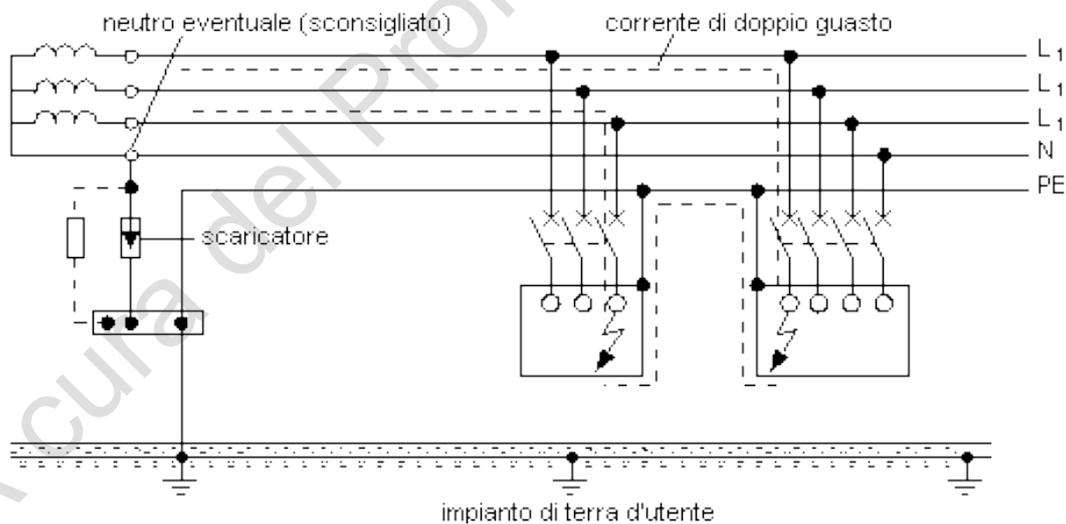

Figura 13: Anello di guasto per un sistema IT
- tutte allo stesso impianto di terra (come in figura 13);